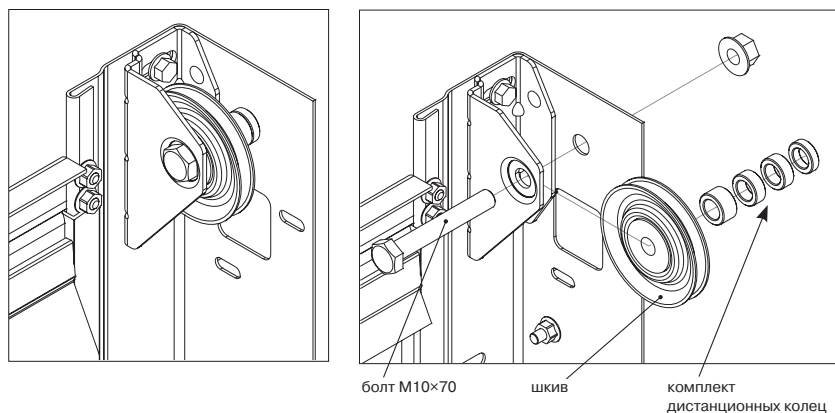

Рис. 12.
- Перед установкой горизонтальных направляющих дополнительно выполняются операции по установке шкивов (рис. 12). Шкивы устанавливаются на каждую опорную стойку. Последовательность установки: